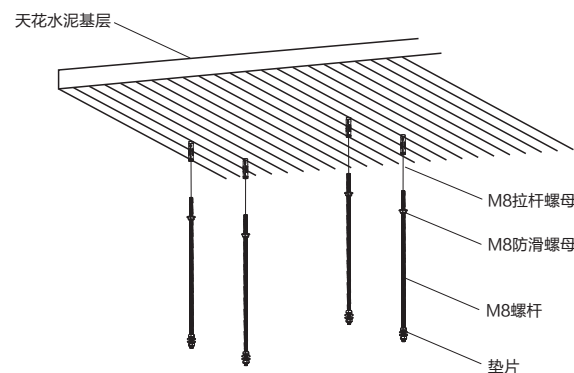

图1
1.选定安装位置，(我们推荐安装在天花水泥基层)使用冲击钻打孔定位，将M8拉杆螺母旋入天花基层，随后如图1中的顺序，依次套入M8 螺杆，紧固安装，注意此处安装位置必须确保能承受电动吊架与投影机的重量，以免吊架脱落造成意外。